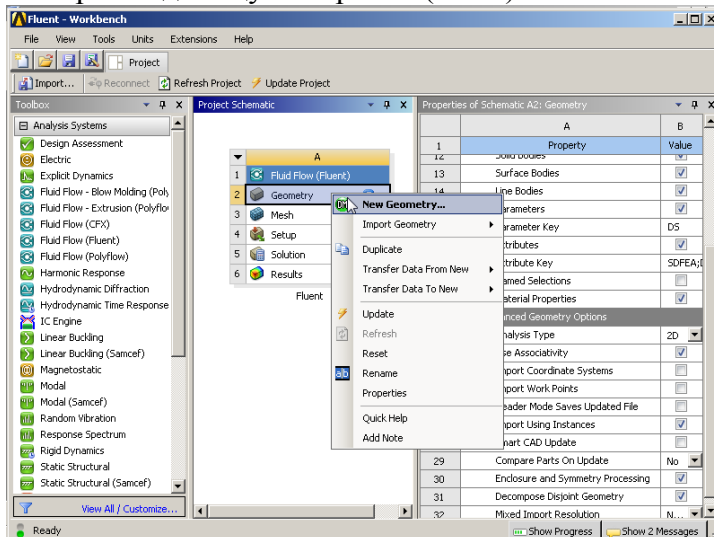
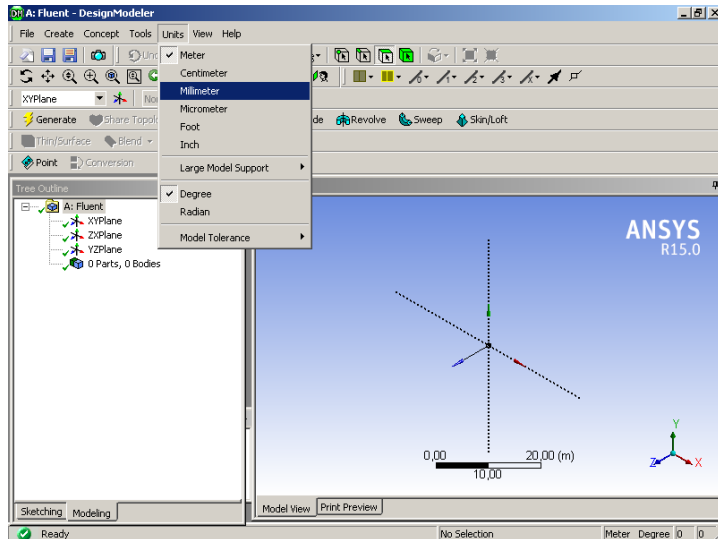

Рис.2
Рис.3
2. Создание геометрии потока. Шаг 1. Запускаем систему 3 мерного моделирования Design Modeler(Рис.2). Шаг 2. В открывшемся интерфейсе DM выбираем единицу измерения.(ЛКМ)Units → Meter (ЛКМ)Рис.3
Design Modeler сокращённо DM имеет основные части сверху вниз: верхняя линейка меню, панель инструментов, дерево проекта (Tree Outline), окно детализации(Details View), справа расположен графический визуализатор проекта Model View(Рис.3) .